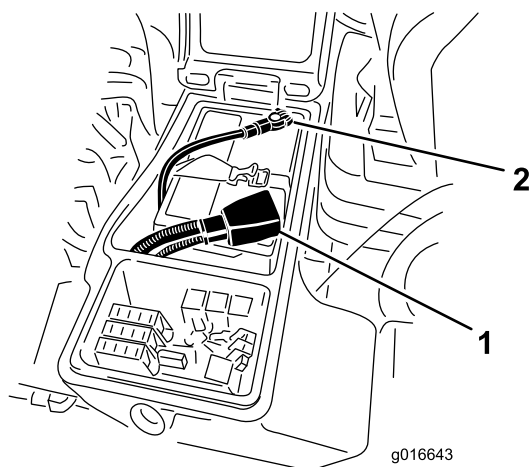

図 62
- 赤いケーブルをバッテリーの端子に、黒いケーブルはバッテリーの端子に固定する図 62